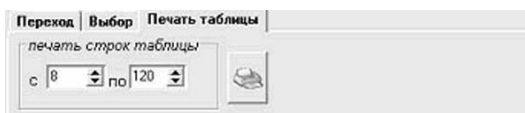

Рис. 21
**Печать таблицы** (рис.21) производит печать строк таблицы по выбранному диапазону. В данном примере будут напечатаны строки таблицы с 8-ой по 120-ю.